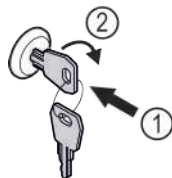

Fig. 95
- Schlüssel hineindrücken Fig. 95 (1).
- Schlüssel um 90° im Uhrzeigersinn drehen Fig. 95 (2).